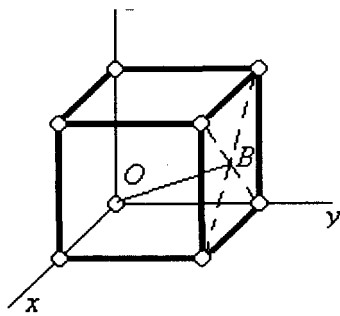
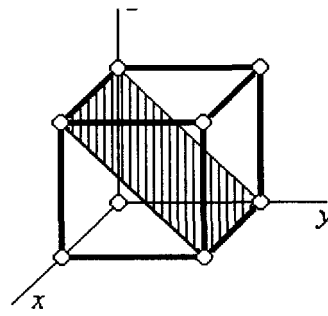
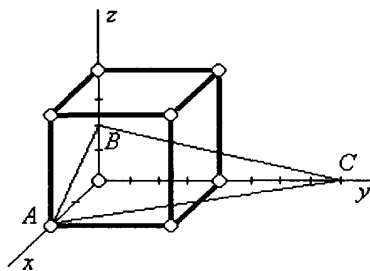

Рис. 7
Рис. 8
Рис. 9
27. Каковы индексы кристаллографического направления ОВ (рис. 7)?
A) (121). В) [-121]. С) [122]. D) [0,5; 1; 0,5].
28. Каковы кристаллографические индексы заштрихованной плоскости (рис. 8)?
A) (111). В) (011). С) (220). D) (100).
29. Каковы кристаллографические индексы плоскости АВС (рис. 9)?